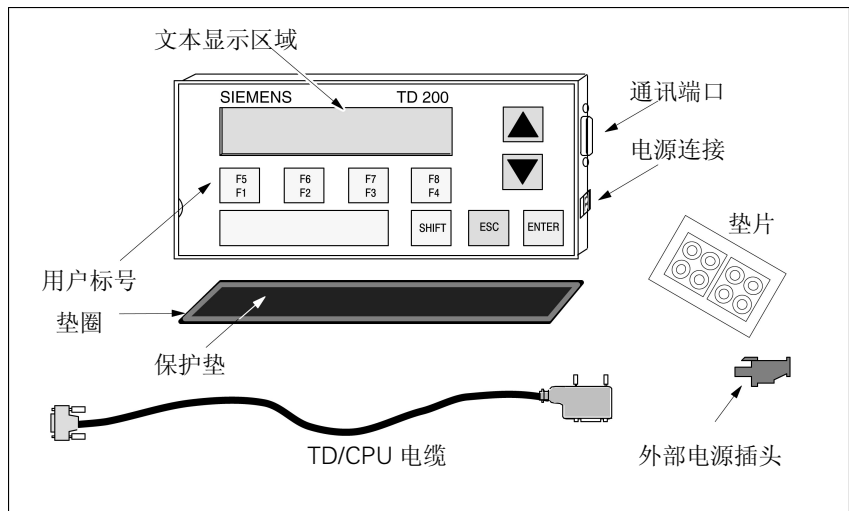

图 1-1 TD 200 的主要部件
**TD 200 的部件** TD 200 是一个小巧紧凑的设备，配备有与 S7-200 CPU 连接所需的全部部件。图 1-1 所示为 TD 200 的主要部件，这些部件在表 1-1 中进行说明。有关 TD 200 技术说明的更多信息，参见附录 A。